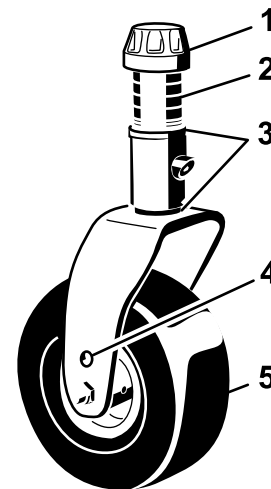
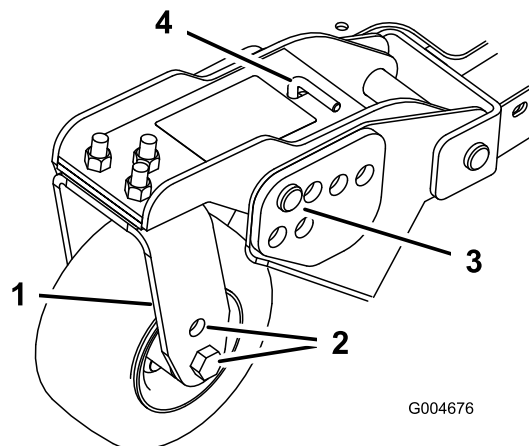
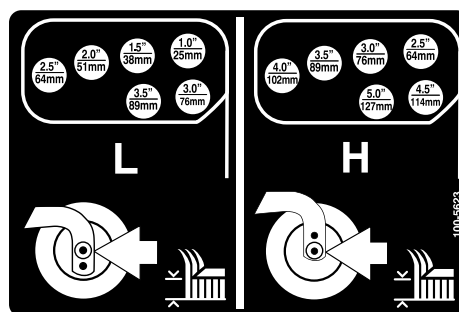

Figura 22
Figura 24
Figura 25
- Coloque os eixos da roda giratória nos mesmos orifícios em todas as forquilhas da roda giratória (Figura 22 e Figura 24).
- Retire a tampa de tensionamento do eixo roscado e desloque o fuso para fora do braço da roda giratória (Figura 22).
6. Retire o perno de gancho e os pinos de segurança dos braços articulados das rodas giratórias (**Figura 24**).
7. Rode a barra tensora para levantar ou descer o braço articulado, até os orifícios se encontrarem alinhados com os orifícios da altura de corte desejados, na estrutura da plataforma do cortador (**Figura 24** e **Figura 25**).